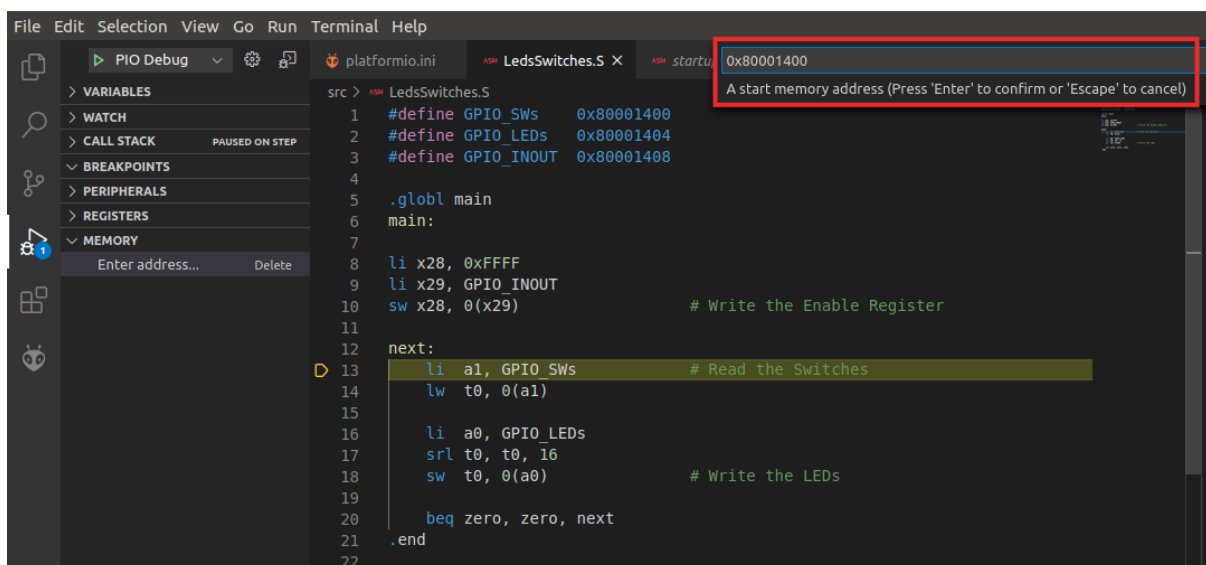

Figura 56. Endereço inicial de memória a mostrar
- b. O endereço de memória inicial será pedido (Figura 56). Introduza o endereço inicial onde os Switches estão mapeados, no nosso caso 0x80001400.